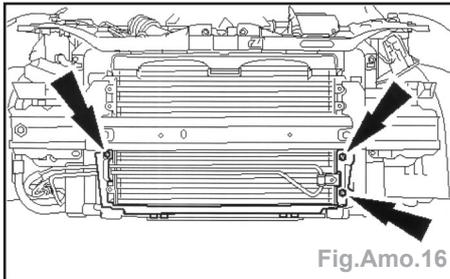

Fig.Amo.16
- Déposer (flèches) les déflecteurs d'air (Fig.Amo.16).